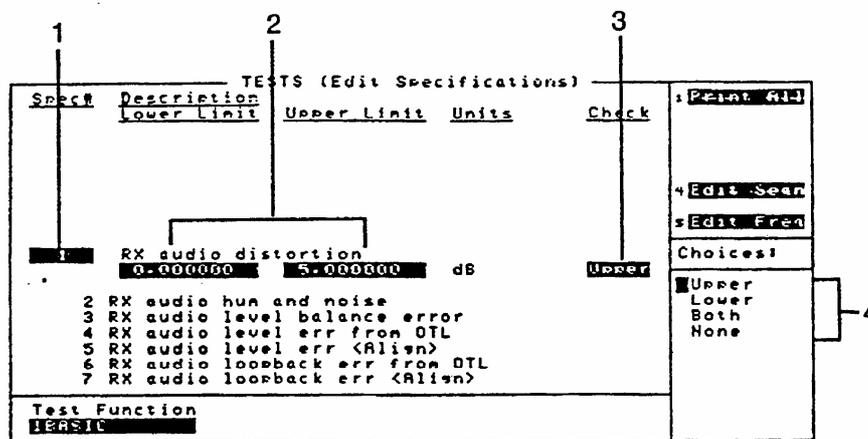

图 30-6 编辑指标屏幕举例
2. 选择编辑指标 (**Edit Spec**) 功能, 呈现编辑指标 (Edit Specifications) 屏幕(见图 30-6)。
3. 将光标放在当前的指标 (Spec #) 字段的条目前(见图 30-6(1)项)。
5. 用旋钮选择下限 (Lower Limit) 或上限 (Upper Limit) 值, 并输入新的极限(见图 30-6(2)项)。单位 (Unit) 列指出极限所用的测量单位(%, dBm, kHz 等等)。
6. 在检验 (Check) 字段下选择条目。见图 30-6(3)项。
7. 选择该测试是校验所规定的上限,还是下限,还是二者都有,还是都没有。见图 30-6(4)项。(选择上下二个极限将增加测试时间,但对某些测试来说也许需要。)